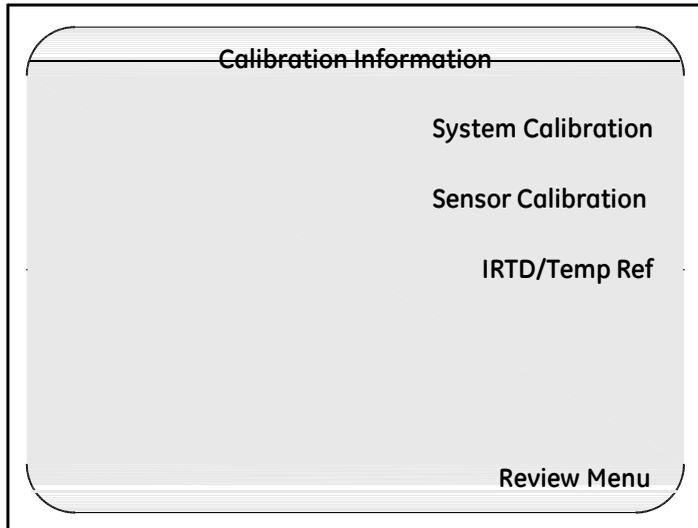

图 18: Calibration Information (校准信息) 界面
- 按 **Calibration Information (校准信息)** . 显示 **Calibration Information** 界面 (图 18 所示).